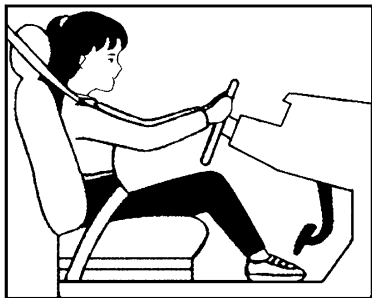

图 1-18
- 调整后的椅背与转向盘的最佳距离,能使腰背紧靠座椅,双手能握在转向盘最顶端位置为宜(图 1-18);